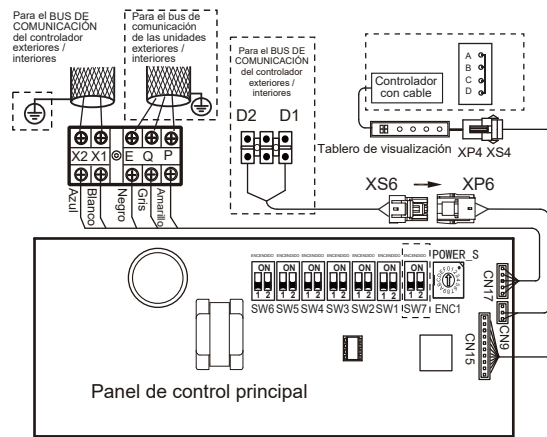

Figura 43
- Los puertos X1/X2, D1/D2 a los lados de la placa de control principal y el puerto de comunicación unidireccional (lado de la placa de visualización) son para diferentes tipos de controladores cableados (vea la Figura 43).